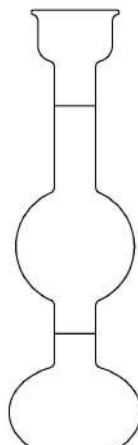

Рис. 30. Колба измерительная к вискозиметру
14. **Колба измерительная к вискозиметру** (рис.30) применяется для определения условной вязкости жидкостей. Является составной частью вискозиметра типа ВУ.